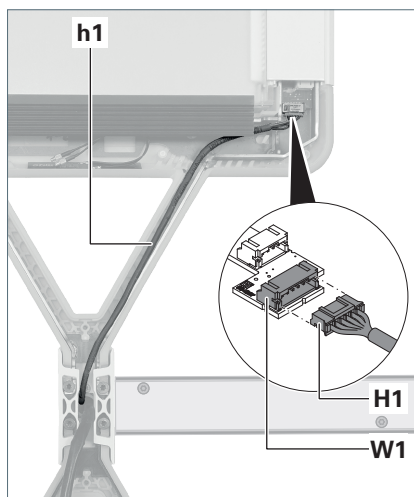

Fig. 16: Brancher le câble de commande.
2. Posez le câble de commande **h1** du support transversal dans le bras de support de la tête du luminaire 1, voir Fig. 16.